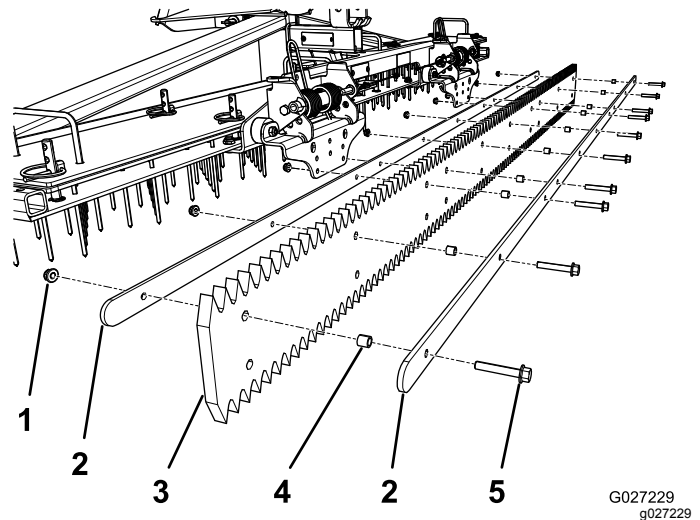

Figura 12
1. Retire las 10 tuercas y los 10 pernos que sujetan las 2 pletinas de sujeción a la paleta de goma (Figura 12).